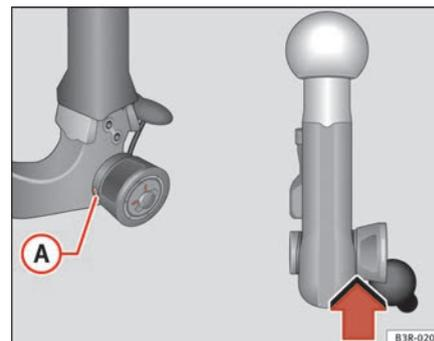

Fig. 154 Dispositif d'attelage amovible : contrôle de sécurité
- Vérifiez si le repère vert **(A)** ⇒ page 203, fig. 154 de la molette se trouve dans la zone du repère noir de la boule d'attelage.